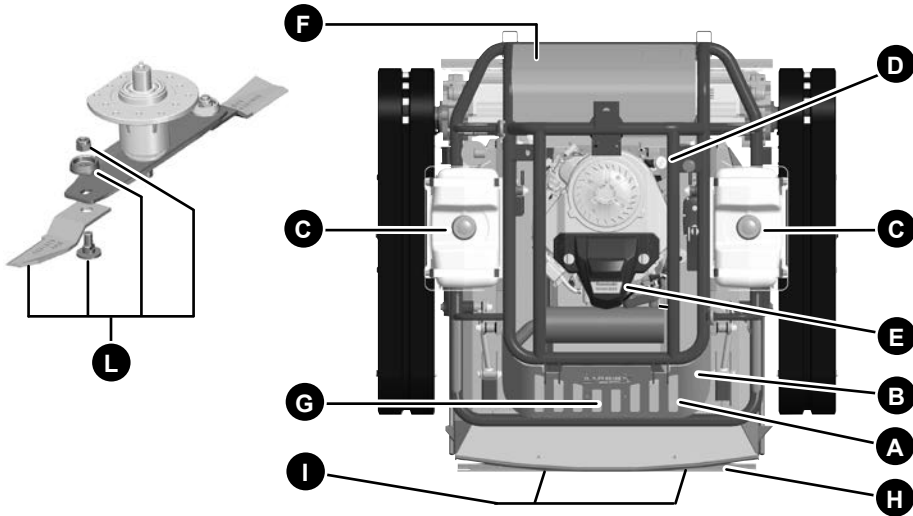

Fig. 20
7.1.1 Contrôle de l'huile moteur (Fig 20 (D))
7.1.2 Filtre à air du moteur (Fig. 20 (E))